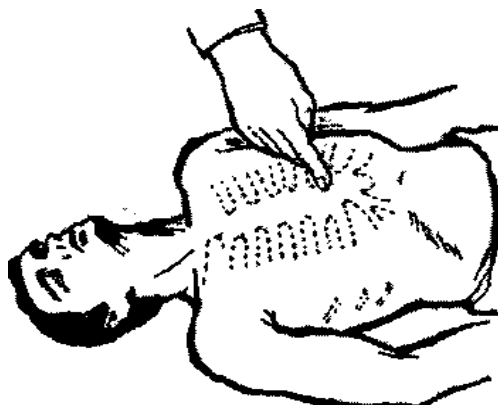
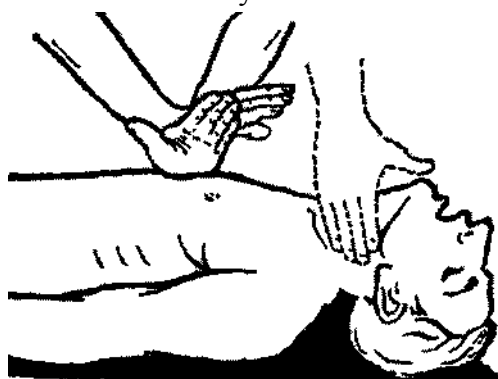

Рисунок 7
Рисунок 8
*Для выполнения массажа сердца* нужно встать с какой-либо стороны от пострадавшего в такое положение, при котором возможен более или менее значительный наклон над ним. Затем определить прощупыванием место надавливания (оно должно находиться примерно на два пальца выше мягкого конца грудины – рис. 7) и положить на него нижнюю часть ладони одной руки, а затем поверх первой руки положить под прямым углом вторую руку и надавливать на грудную клетку пострадавшего, слегка помогая при этом наклоном всего корпуса (рис. 8).
*Эффективность наружного массажа сердца* проявляется в первую очередь в том, что при каждом надавливании на грудину на сонной артерии четко прощупывается пульс. Для определения пульса указательный и средний пальцы накладывают на адамово яблоко пострадавшего и, продвигая пальцы вбок, осторожно ощупывают поверхность шеи до определения сонной артерии (рис. 8). Другими признаками эффективности массажа является сужение зрачков, появление у пострадавшего самостоятельного дыхания, уменьшение синюшности кожи и видимых слизистых оболочек.